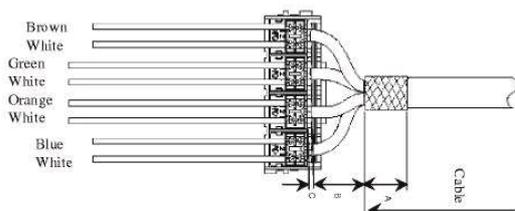

Figure 4 / Abbildung 4
6. Insert the wires into the edge connector slots according to the colour codes (keep the foil shield as close as possible to the contact blocks). Do not untwist; if necessary, tighten the twists (see figure 4).
6. Adern gemäß Farbkodierung in Randsteckverbinder einsetzen. (Folienschirm so nahe wie möglich an Randsteckverbinder führen). Aderverdrillung nicht öffnen, wenn nötig in Schlagrichtung weiterdrehen (siehe Abbildung 4).